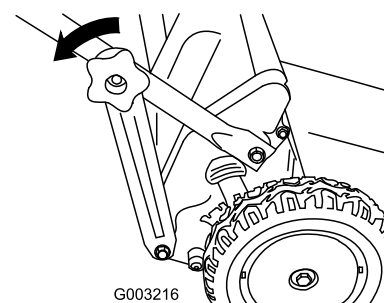

Figure 13
1. Retirez les boutons de fixation des supports aux extrémités de la partie inférieure du guidon (Figure 13).